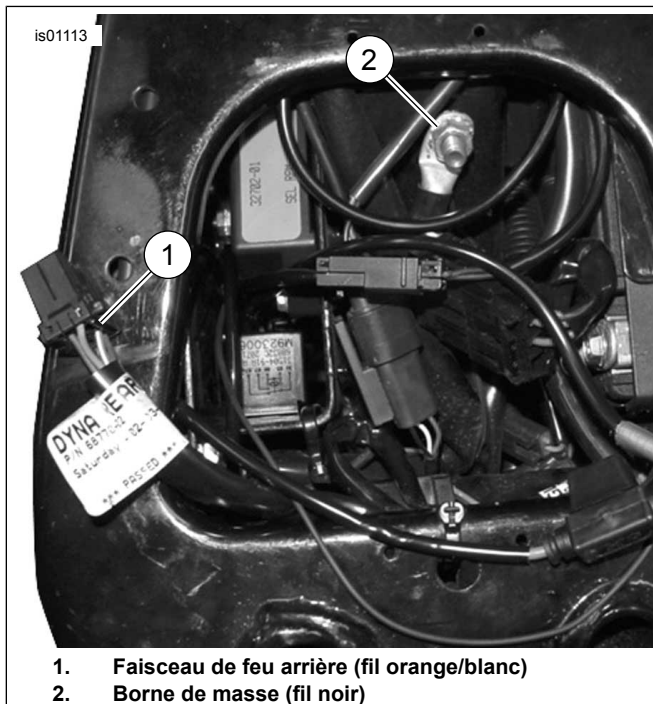

Figure 1. Connexions d'alimentation et de masse (modèles Dyna)
3. Voir Figure 1. Couper le fil noir sur le faisceau de fils Zumo pour atteindre facilement l'emplacement de la masse et sertir la borne circulaire à l'extrémité du fil selon les instructions du sertisseur Packard dans l'annexe du manuel d'entretien.
2. Voir Figure 1. Couper avec soin pour ouvrir une partie de la gaine du faisceau principal à l'intérieur du couvercle latéral pour qu'il soit accessible, et couper un conducteur d'alimentation orange/blanc du faisceau principal.